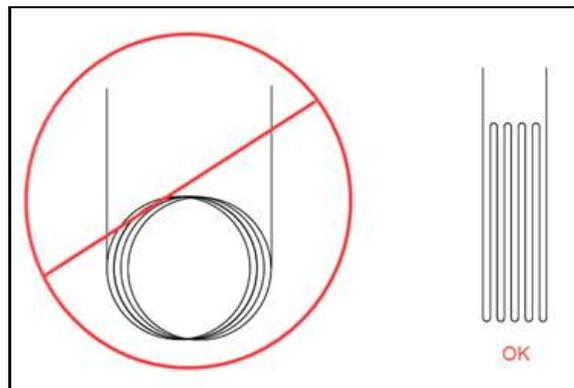

РИСУНОК 2-4. РЕКОМЕНДАЦИИ ПО ОБРАЩЕНИЮ С КАБЕЛЕМ
- Не сматывайте излишне длинный кабель датчика давления в бухту. Сматывание кабеля увеличивает влияние тепловых, кондуктивных и емкостных помех. Втяните излишек кабеля обратно внутрь металлического DAAS пульта управления и закрепите, как показано на рис. 2-4.